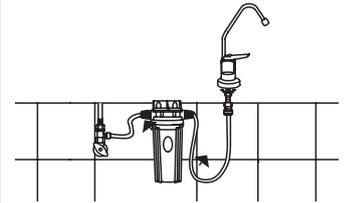

Figura 19.
7. Toma la manguera restante, introduce un extremo en el conector de salida del Purificador y el otro extremo al conector de la Llave dispensadora. Introduce la manguera hasta el tope de los conectores. Corta en caso de ser necesario (ver Figura 19).